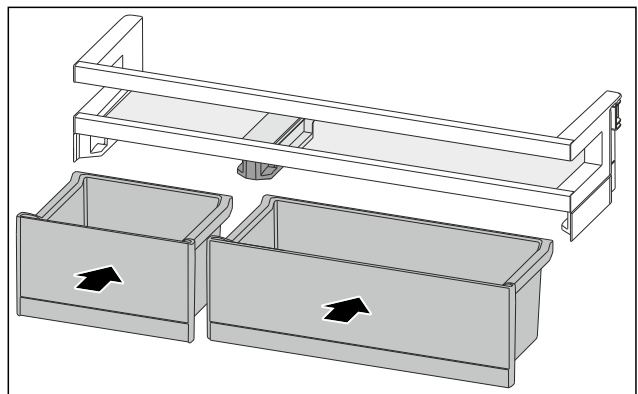

Fig. 127
- Installer les VarioBoxes dans l'agencement inverse. (voir Fig. 127)